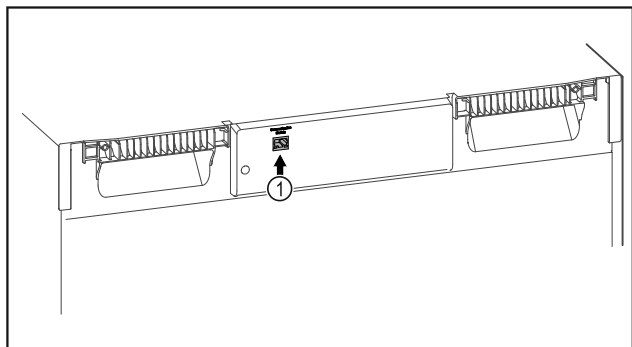

Fig. 142
- A SmartModule *Fig. 142 (1)* be van helyezve.